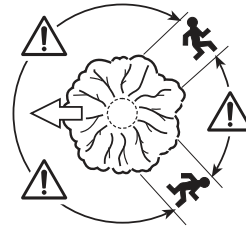

Fig. 28
- > Avant le début de la coupe, il est indispensable de prévoir un itinéraire de retraite et de dégager tous les obstacles. L'itinéraire de retraite doit être dirigé vers l'arrière, en diagonale, du côté opposé à la direction de chute supposée (Fig. 28).